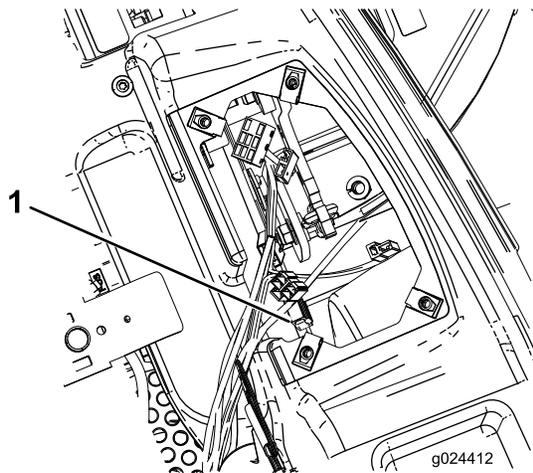

Figura 55
3. Agarre el fusible del motor y retírelo del bloque de fusibles en línea recta (Figura 55).